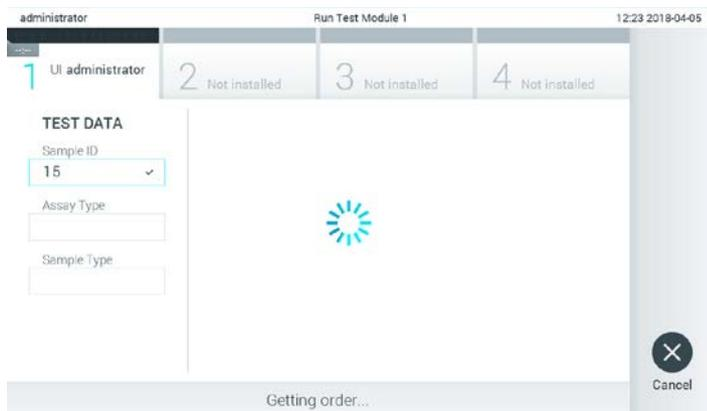

Figura 73. Visualizzare durante il recupero della richiesta test.
- L'ID del campione viene inviato all'host e mentre il QIAstat-Dx Analyzer 1.0 attende la richiesta di test, viene visualizzato il messaggio "Getting order..." (In attesa della richiesta...), (Figura 73).